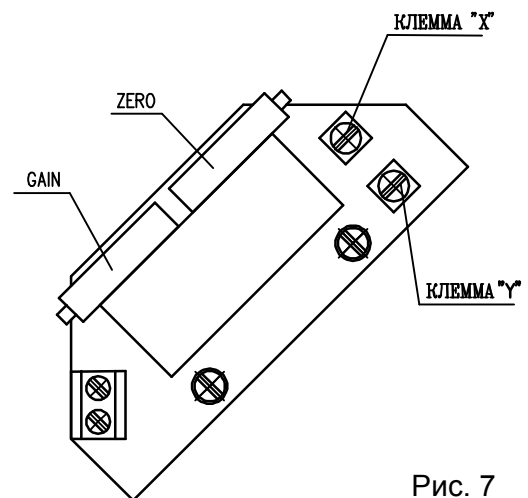

Рис. 7
4.4.1 EPV - 2-проводниковое включение (рис.7)
- Поворачиванием устанавливающего триммера GAIN (рис.7) установите величину выходного сигнала тока, измеряемого на клеммах 81-82, на величину 20 мА.
- Установите датчик сопротивления на основании инструкций в предыдущей главе так, что величину сопротивления измеряйте на клеммах X-Y (рис.7).
- Поворачиванием устанавливающего триммера ZERO (рис.7) установите величину выходного сигнала тока, измеряемого на клеммах 81-82, на величину 4 мА.